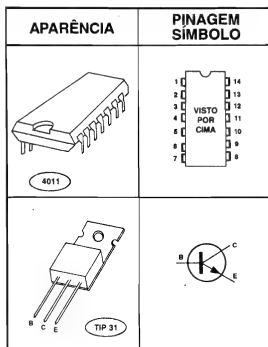

FIG. 2-P
- **FIG. 2-P - PRINCIPAIS COMPONENTES DA MONTAGEM** - Conforme costumamos fazer nas Seções de **PRÁTICA** das “Aulas” do ABC, vamos dar uma olhada mais cuidadosa nos principais componentes do circuito, justamente aquelas peças que apresentam terminais polarizados, que não podem ser invertidos quando das suas ligações finais à placa... A figura mostra, então, o Integrado C.MOS 4011 e o transistor TIP31, em aparências, símbolos e pinagens, de modo que, “visualmente”, não fiquem dúvidas para o Leitor/“Aluno” durante a utilização das tais peças...